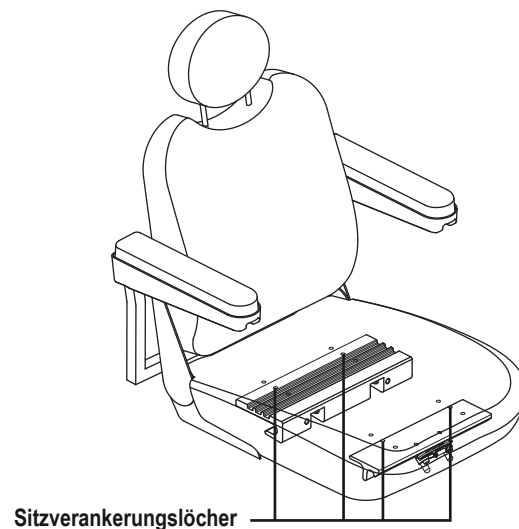

Bild 10. Einstellung der Sitzposition
6. Platzieren Sie die Extrusionen auf anderen Befestigungslöchern. Sie müssen beide Extrusionen um die gleiche Anzahl von Löchern nach vorne oder hinten bewegen. **Siehe Bild 10.**